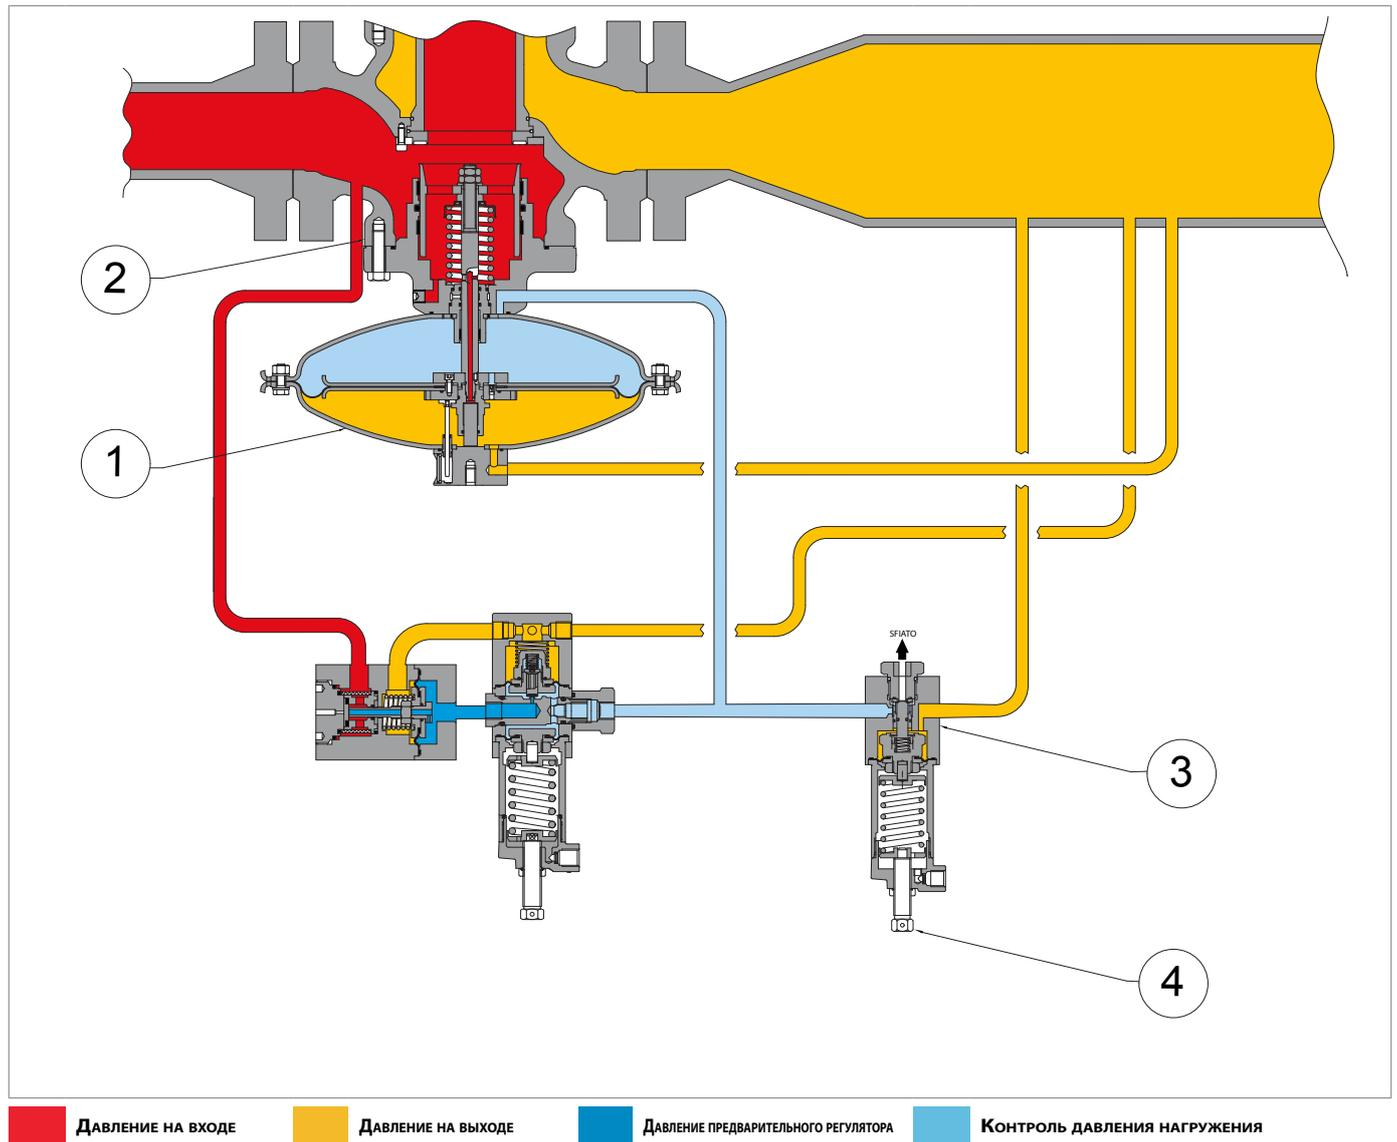

Рис. 4.10. Ускорительный клапан M/A
- M/A (3, рис. 4.10), в случае давления на выходе (Pd) от 0,55 бар.
- регулировочный винт (4, рис. 4.10) для клапана M/A
На рис. 4.10 показан ускорительный клапан M/A.